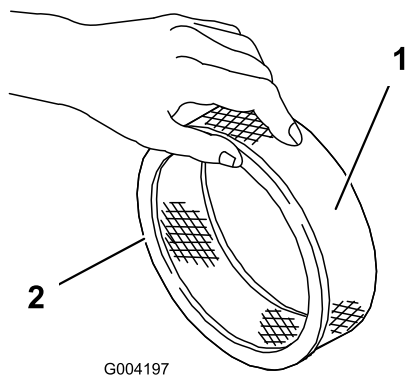

Figure 16
- Vérifiez que l'élément en papier n'est pas déchiré ou couvert d'une pellicule grasse, et que le joint de caoutchouc n'est pas endommagé (Figure 16).
1. Glissez délicatement le préfiltre en mousse sur l'élément en papier (Figure 16).